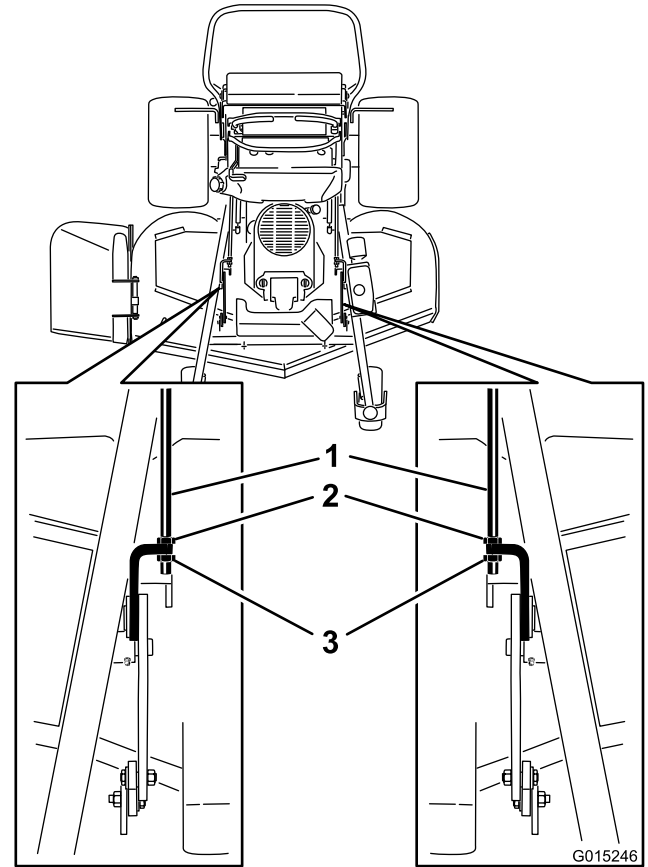

Figure 89
3. Pour les tabliers de coupe de 122 et 132 cm (48 et 52 pouces), desserrez les deux écrous avant et arrière sur les tiges de réglage (Figure 89).
Remarque: Le tablier de coupe doit reposer entièrement sur les 3 cales de 2x4 (Figure 89).
8. Si les dimensions ne sont correctes, réglez les écrous avant et arrière de chaque côté pour obtenir l'inclinaison longitudinale correcte (Figure 89).